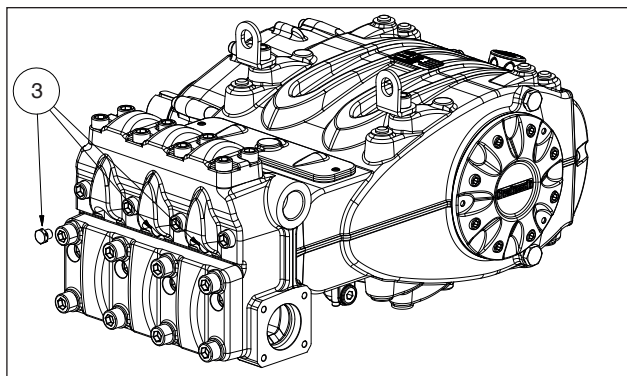

Fig. 11
Qualora si verificassero problemi di adescamento a causa di una insufficiente alimentazione è possibile intervenire rimuovendo i tre tappi frontali alla testata come indicato in pos. ③ Fig. 11.